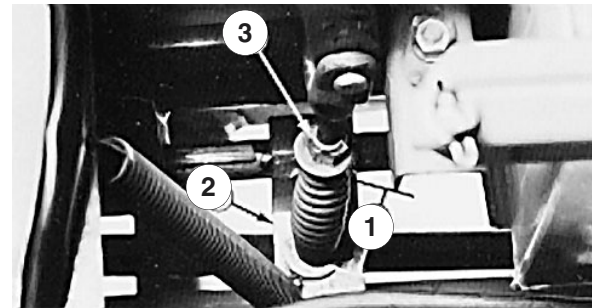

Figure 41
3. Mesurez la longueur du ressort de prise de force entre les rondelles plates (Fig. 41). Elle doit être égale à 81 mm.
4. Si elle doit être modifiée, tenez la tête de la vis de réglage avec une clé (placée sous le bras de commande de la prise de force) et tournez le contre-écrou (Fig. 41).